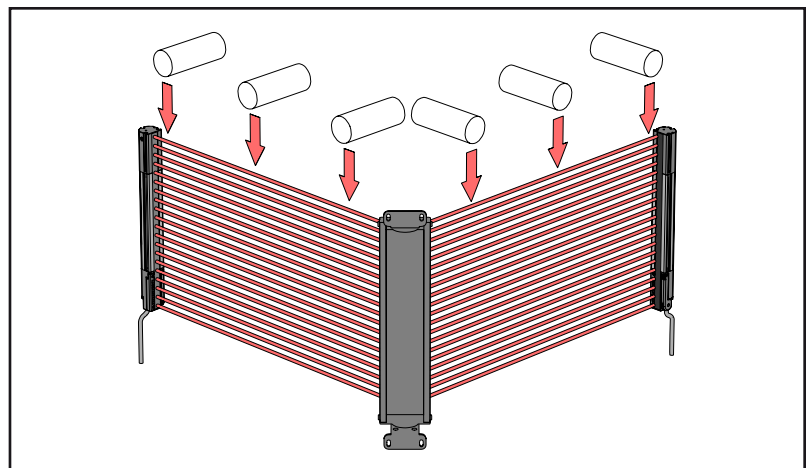

Abbildung 2. Detektionsfunktionstest an EZ-SCREEN LP für Umlenkspiegelanwendungen
- Wenn Umlenkspiegel verwendet werden, müssen die Strahlen an drei Stellen im jeweiligen Abschnitt des Strahlengangs getestet werden (zwischen Sender und Spiegel und ebenfalls zwischen Spiegel und Empfänger, siehe Abbildung 2).